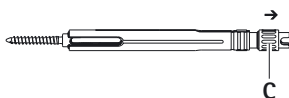

Fig. 6
- Desenroscar el tornillo aprisionador C en la dirección de la flecha hasta que aparezca la unión rosca en el sentido del extremo de trabajo, ver Fig. 6.